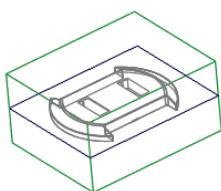
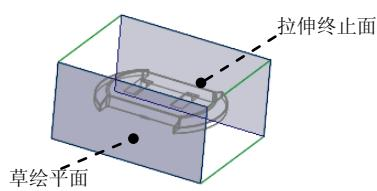
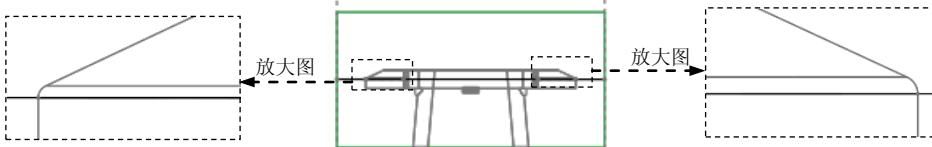

图 27.14 创建拉伸曲面
图 27.15 定义草绘平面
图 27.16 截面草图
Step2. 通过拉伸的方法创建图 27.14 所示的拉伸曲面。单击 **分型面** 功能选项卡 **形状** ▾ 区域中的 **拉伸** 按钮，此时系统弹出“拉伸”操控板；右击，选择菜单中的 **定义内部草绘...** 命令；选取图 27.15 所示的坯料表面 1 为草绘平面，然后选取 MOLD_FRONT 基准平面和坯料边线为参考，方向为 **左**。然后单击 **草绘** 按钮；进入草绘环境后，绘制图 27.16 所示的截面草图。完成特征截面的绘制后，单击“草绘”操控板中的“确定”按钮 ；在操控板中选取深度类型 **到选定的** (到选定的)，将模型调整到合适视图方位，选取图 27.15 所示的平面为拉伸终止面；在“拉伸”操控板中单击 按钮，完成特征的创建。